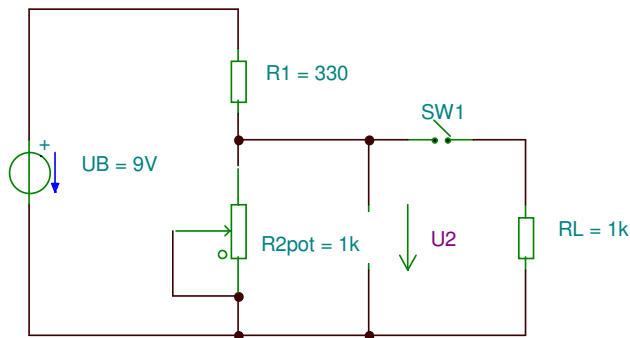

Abbildung 2
1. a) Berechne R_2 in der Schaltung nach Abbildung 2 so, dass $U_2 = 5.6 \text{ V}$ wird (ohne Belastung)